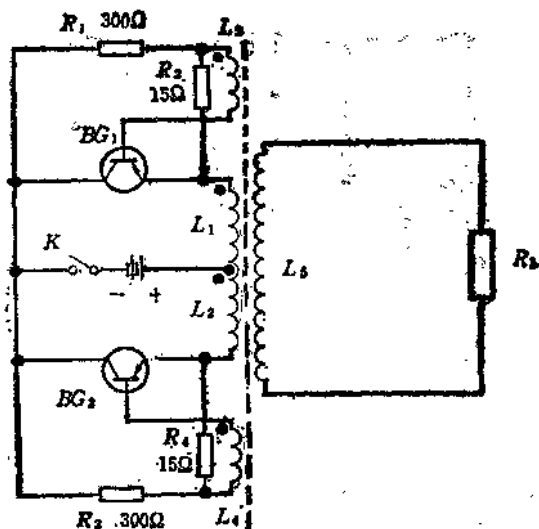

图 2-1 简易应急灯电路图
1. 电路特点：简易应急灯采用自激式推挽振荡器，用 2Z 800 锗功率三极管，由于它自身管压降小，效率高。本电路采用二节大号电池，且线路简单，零件又少，仅需自绕一只振荡升压变压器及少数几个电阻元件即可，花费少且又易自制，读者不妨一试(图 2-1)。